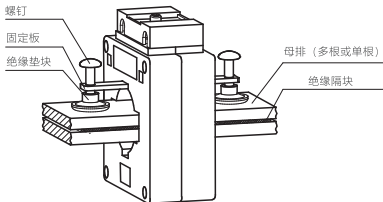
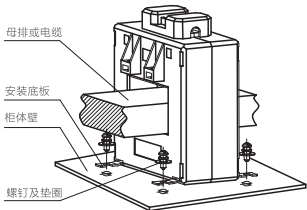

图20 母排固定式
图23 底板安装式
7.1 互感器的安装场所及方式符合第3条规定及图20~图23。